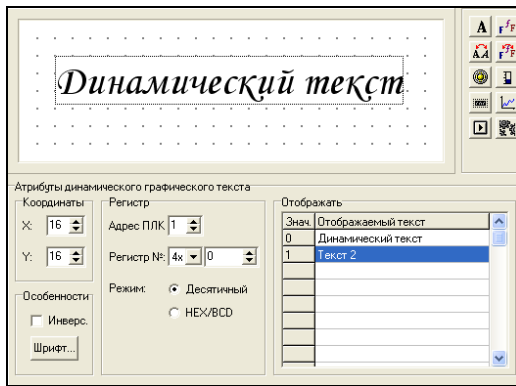

Рис. 4.7. Графический динамический текст
1. Нажать кнопку . Откроется область задания параметров изменяющихся текстов (см. рис. 4.7).